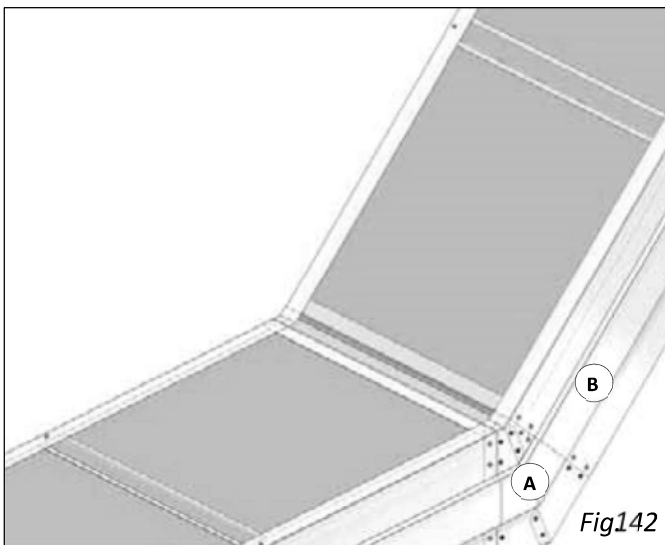
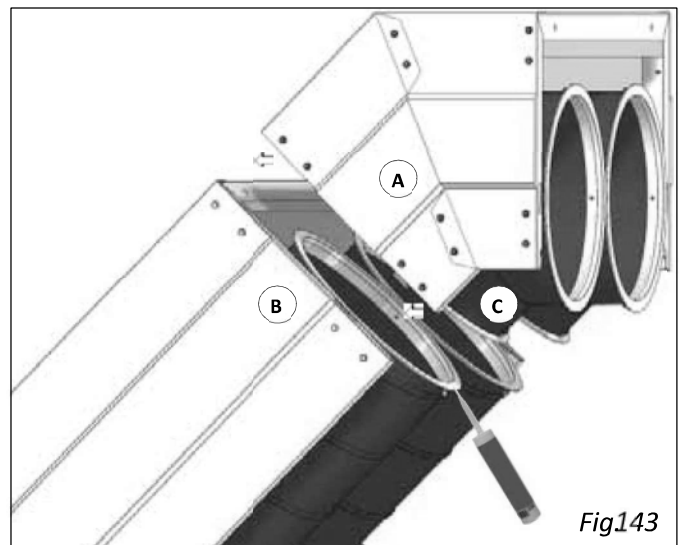

Fig.142
Fig.143
Attachez le kit à un autre module à travers la bande du nez et de la fente (fig.142) en faisant de sorte que la montée. Propager des deux côtés dans les brides d'accouplement de la courbe un joint de silicone. Accrocher la deuxième partie de la dimension des variations Kit (A) avec l'unité de ruban rayonnante (B) par la pièce de nez et la fente (fig.143).